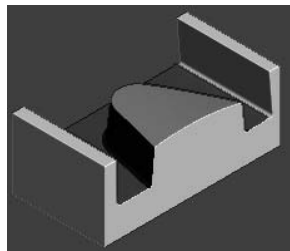

图 5-126 仿真加工结果
2) 在“仿真”工具栏的“当前刀具路径”下拉列表中选择要模拟的刀具路径 finish3，然后单击“执行”按钮, 系统开始自动仿真加工，仿真加工结果如图 5-126 所示。